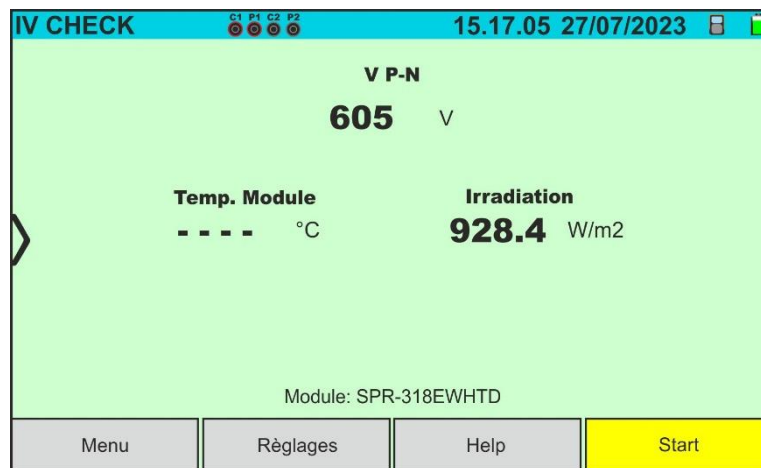

Fig. 64: Écran initial de test IVCK sans unité distante sur les modules Monoface
4. Dans le cas de modules **Monoface**, l'écran de la Fig. 64 est présent à l'écran. Les paramètres suivants sont affichés :